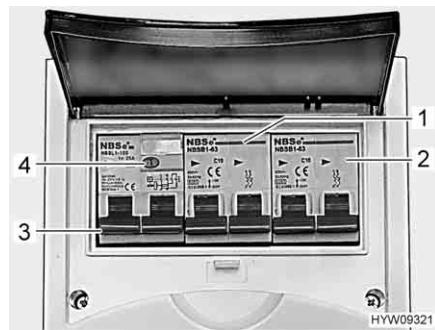

Fig. 145 Interruttore di sicurezza e interruttore automatico FI (scatola dei fusibili a 230 V)
Un interruttore di sicurezza per correnti di guasto (interruttore automatico FI) (Fig. 145,3) nella scatola dei fusibili protegge l'intero veicolo da correnti di guasto (30 mA).
L'interruttore di sicurezza collegato in serie (10 A) (Fig. 145,1) protegge le prese da 230 V, la centralina elettrica, il caricabatteria supplementare e il frigorifero.
Per veicoli con accessori opzionali, p. es. l'impianto di climatizzazione a tetto, un ulteriore interruttore di sicurezza (16 A) (Fig. 145,2) protegge l'apparecchio.
- Se il veicolo è collegato all'alimentazione a 230 V, premere il tasto di controllo (Fig. 145,4). L'interruttore di sicurezza per correnti di guasto (FI) deve scattare.